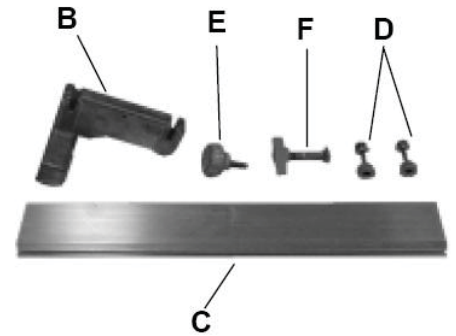

Рис.6
- Упор для ведения заготовки можно использовать на любой стороне стола, прикрепив направляющую (С) с любой стороны опоры направляющей (В) (Рис. 6).
- Чтобы собрать упор, болтами M8x50 и пластиковым барашком (F) прикрепите опору направляющей (В) Рис.6 к столу пилы.